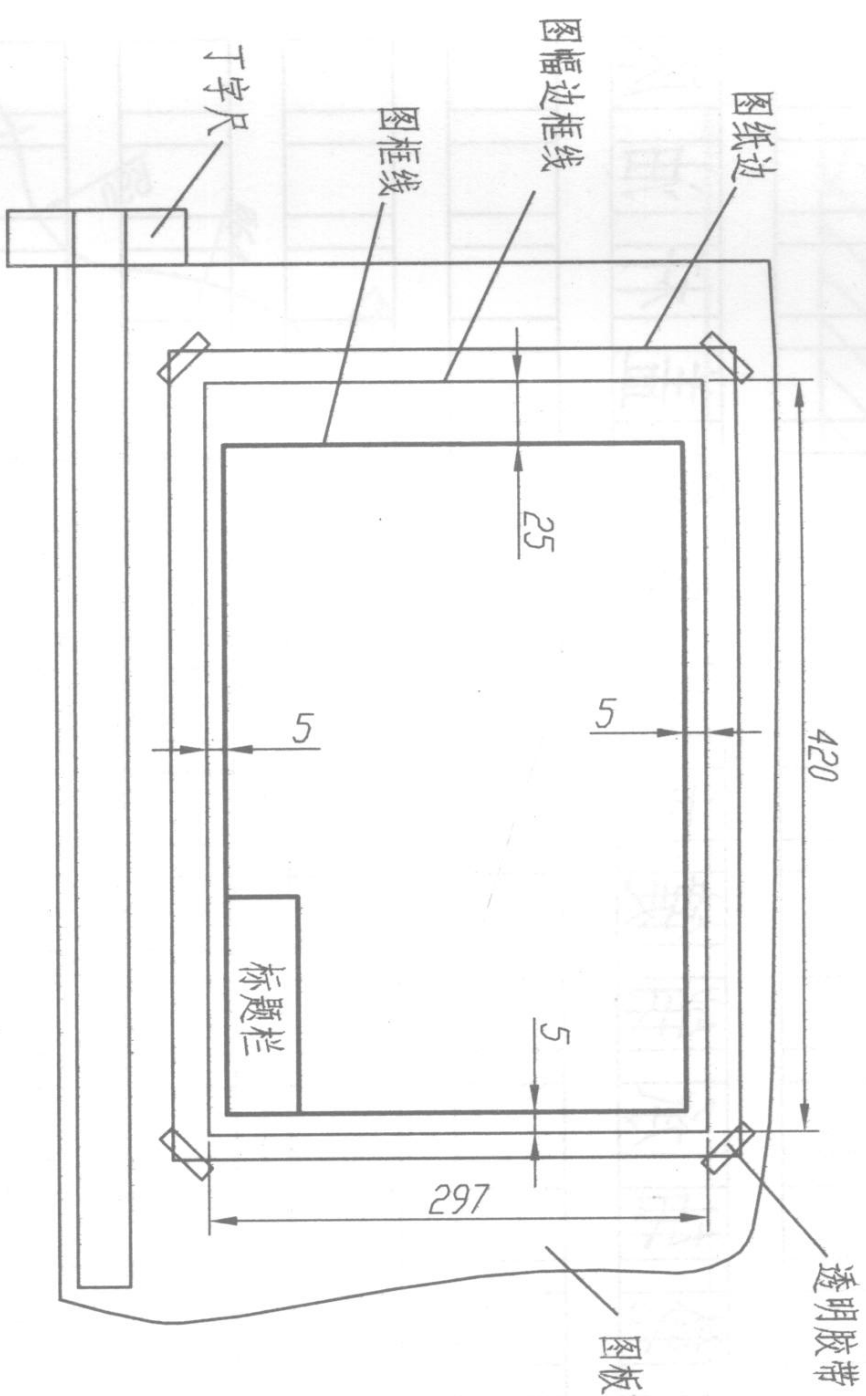
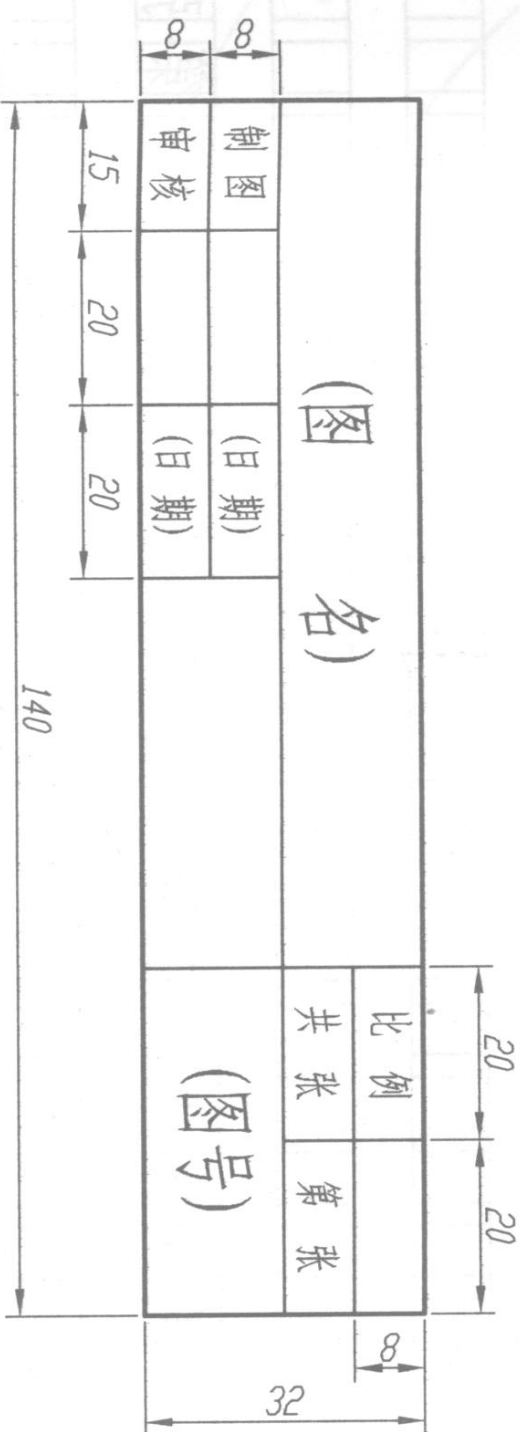

图1
图2
- (1) 将图纸用透明胶带固定在图板左下方(见图1)，然后按标准幅面画出图幅边框线和图框线，并在图框的右下角画一标题栏，其格式见图2。
- (2) 用细实线完成底稿，加深线型时应按先曲后直、先粗后细的顺序进行。为了提高工作效率，对于同一类线型可一起完成。
- (3) 标注尺寸，书写文字，最后对全图进行校核。